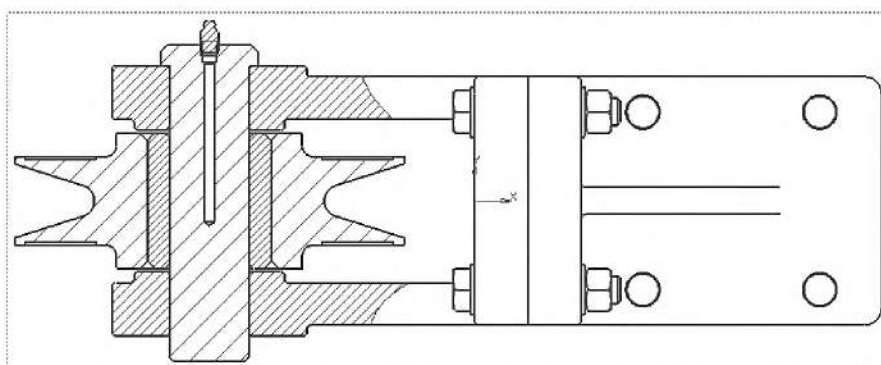

Рисунок 4.32. Местный разрез элементов модели
2.3.4 Создайте местный разрез , указав в качестве контура кривую. Положение секущей плоскости укажите на **Главном виде** (центральная точка Ролика) (рисунок 4.32).